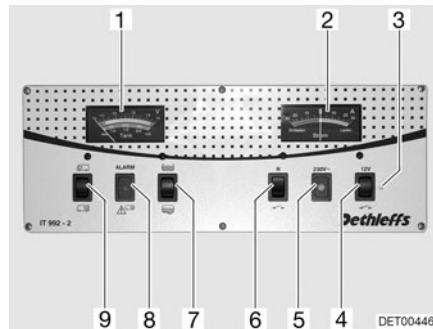

Fig. 130 Panel IT 992
Observar la escala superior del instrumento indicador V/depósito (Fig. 130,1). El instrumento indicador se ilumina automáticamente al accionar el interruptor.
- Pulsar el interruptor basculante (Fig. 130,9) por arriba "☰": Indica la tensión de la batería del motor de arranque.
- Pulsar el interruptor basculante (Fig. 130,9) por abajo "☷": Indica la tensión de la batería del habitáculo.
Observar la escala inferior del instrumento indicador V/depósito (Fig. 130,1). El instrumento indicador se ilumina automáticamente al accionar el interruptor.
- Pulsar el interruptor basculante (Fig. 130,7) por arriba : Indica la cantidad de agua.
- Pulsar el interruptor basculante (Fig. 130,7) por abajo : Indica la cantidad de aguas residuales.
La luz roja de ALARMA (Fig. 130,8) parpadea en cuanto la tensión de la batería del habitáculo baja de 11 V (medición durante el servicio) y hay peligro de descarga completa.
El instrumento indicador (Fig. 130,2) indica constantemente la corriente actual suministrada por la batería. El instrumento indicador se ilumina automáticamente al accionar el interruptor.
El interruptor principal de 12 V (Fig. 130,4) conecta y desconecta el panel y la alimentación de 12 V del habitáculo.
- Pulsar el interruptor basculante (Fig. 130,4) por arriba "  ": La alimentación de 12 V del habitáculo está conectada. La luz de control (Fig. 130,3) se enciende de color verde.
- Pulsar el interruptor basculante (Fig. 130,4) por abajo "  ": La alimentación de 12 V del habitáculo está desconectada. La luz de control (Fig. 130,3) se apaga.
Se enciende la luz de control de 12 V (Fig. 130,3) cuando se conecta el interruptor principal de 12 V (Fig. 130,4).
Se enciende la luz de control de 230 V (Fig. 130,5) amarilla cuando hay tensión de red en la entrada del bloque eléctrico.
Conectar: ■ Pulsar el interruptor basculante (Fig. 130,6) por arriba: La bomba de agua está conectada.
Desconectar: ■ Pulsar el interruptor basculante (Fig. 130,6) por abajo "  ": La bomba de agua está desconectada.